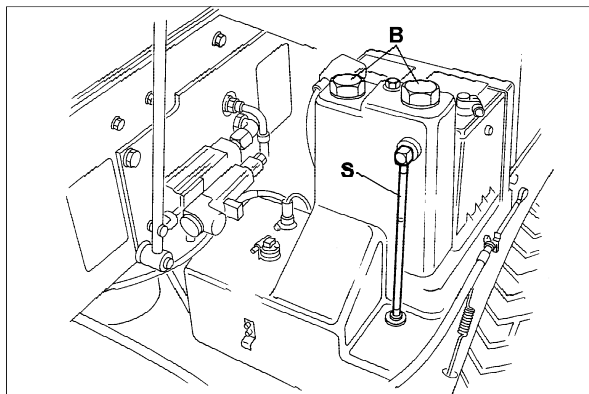

Fig.25
- ⑩ Verificare il livello dell'olio idraulico attraverso il tubicino spia di plastica. Mantenere il livello dell'olio a circa metà del tubicino spia S Fig.25.
- ⑩ Togliere il tappo per scaricare l'olio idraulico.
- ⑩ Introdurre l'olio attraverso uno dei tappi di ottone B Fig.25 posti in cima al serbatoio.
- ⑩ Il filtro dell'olio per l'impianto idraulico è a cartuccia. All'occorrenza, sostituire l'intero filtro.